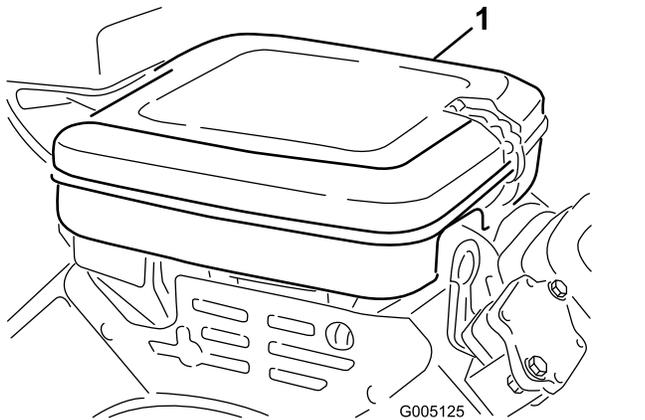

Figura 27
1. Limpie la cubierta del limpiador de aire (Figura 27).